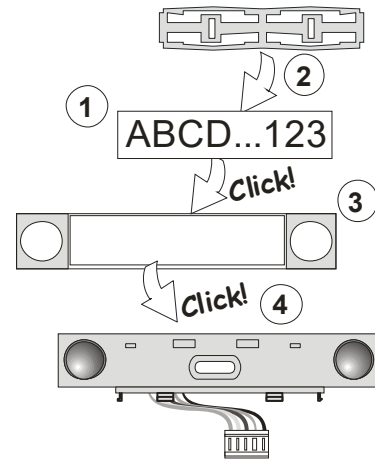

Figura 3: Inserimento di un'etichetta nel segmento di controllo
- b. Quando le batterie sono inserite, il pulsante attivazione retroilluminato (3) inizia ad emettere luce fissa, ad indicare che il modulo non è ancora stato registrato al sistema.
- d. Premere il pulsante attivazione retroilluminato (3) – il modulo viene così registrato e l'indicatore LED giallo si spegne (quest'operazione può richiedere alcuni secondi). Il segnale di registrazione può anche essere inviato inserendo le batterie.
10. Una volta completata l'installazione, inserire le etichette descrittive dietro la copertura in plastica trasparente dei segmenti e poi chiudere (vedi figura 3). La stampa delle etichette è parte integrante del software F-Link (finestra **Dispositivi**, nella posizione modulo RFID – **Impostazioni interne**).